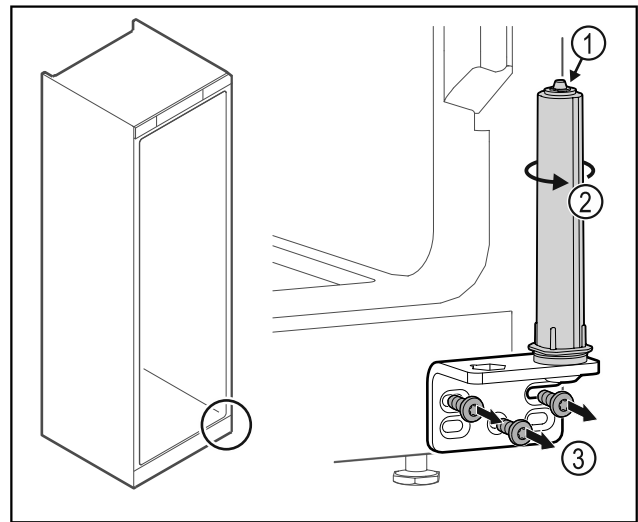

Fig. 27
- Türschließsystem nicht zerlegen Fig. 27 (1).
- Schließsystem Fig. 27 (2) drehen, bis es klickt.
- Scharnierwinkel Fig. 27 (3) abschrauben.